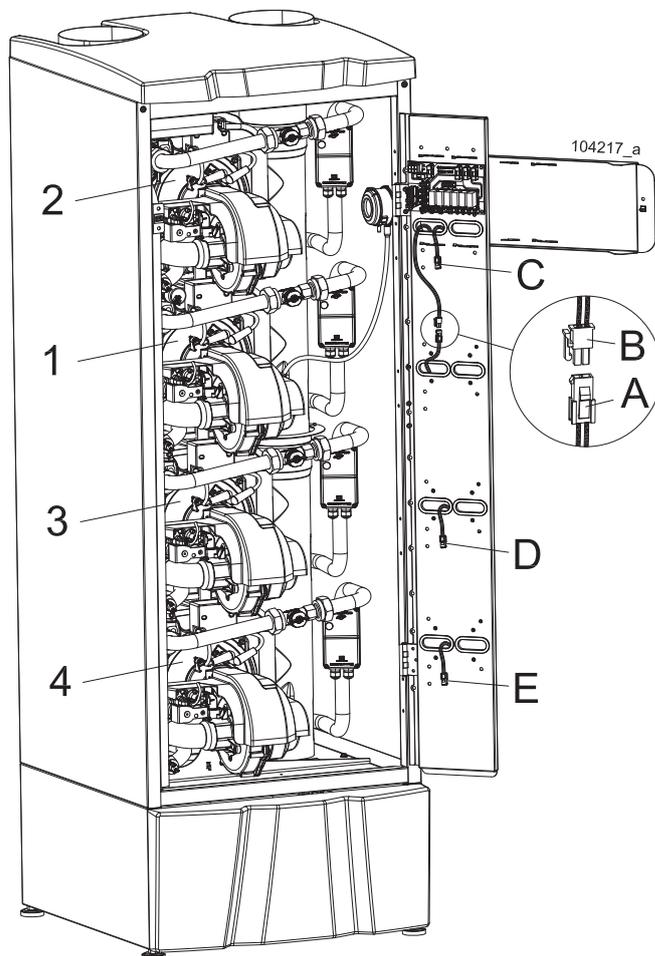

Figura 6-9
- 1.-operare la conversione nel "Bruciatore 1" (MASTER) (Figura 6-9) seguendo i punti da 1 a 16 del capitolo 6.4;
Legenda di Figura 6-9.